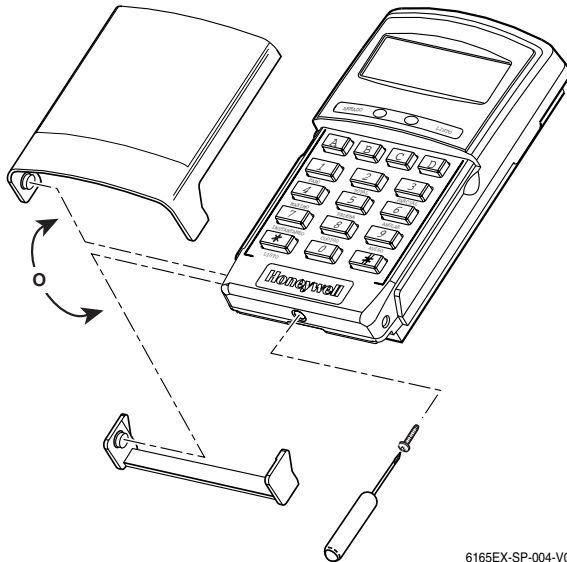

Figura 3 – Cierre del teclado (se muestra sin la tapa frontal)
7. Verifique la función de Tamper para ajustar la pestaña (si es necesario) después de cerrar el teclado con un tornillo tal y como se indica en la Figura 3.